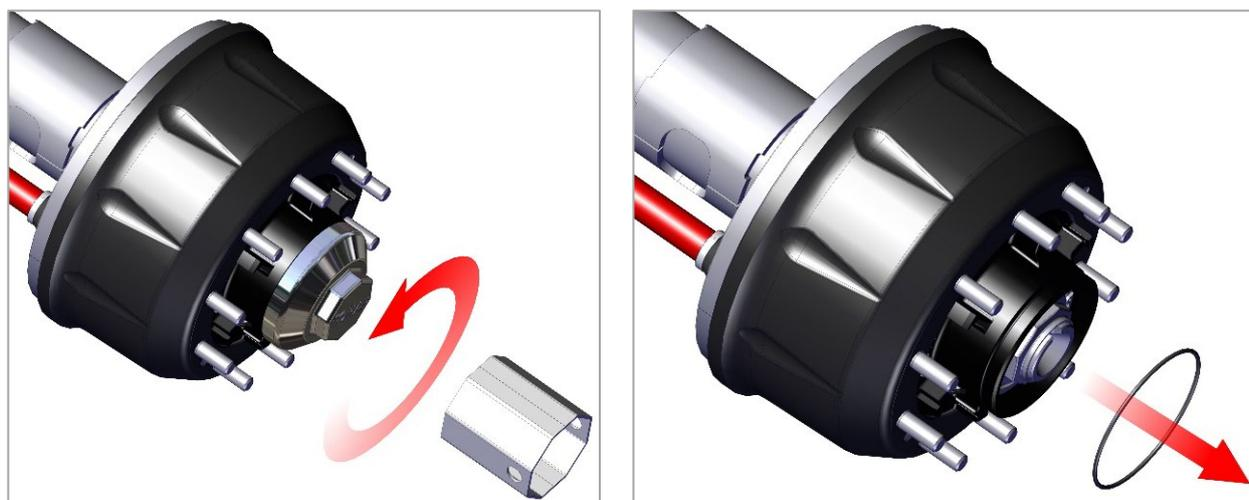

Рис. 8. Снятие крышки ступицы
1) Отверните специальным ключом крышку ступицы, убедитесь, что резиновое уплотнительное кольцо не повреждено (рис. 8).